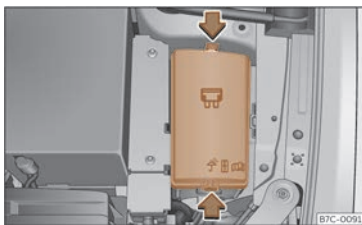

Fig. 189 No van do motor: tapa da caixa de fusibles.
- Prema as pestanas de bloqueio para desbloquear a tapa da caixa de fusibles >>> **fig. 189**.